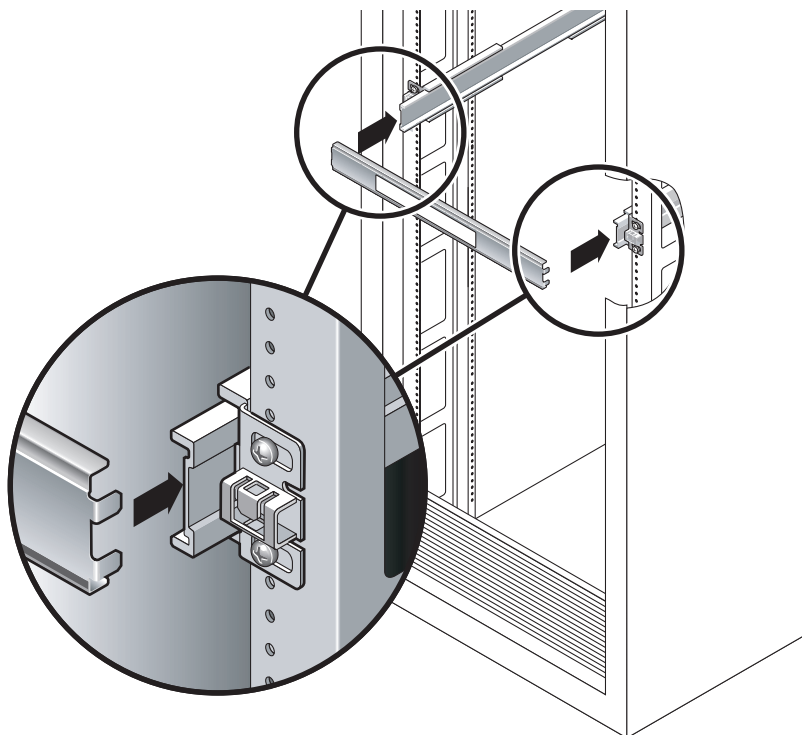

FIGURE 3-28 Réglage de la distance entre les rails coulissants
- a. À l'avant du rack, encastrez le côté gauche de l'entretoise dans les encoches aux extrémités du rail gauche (FIGURE 3-28).